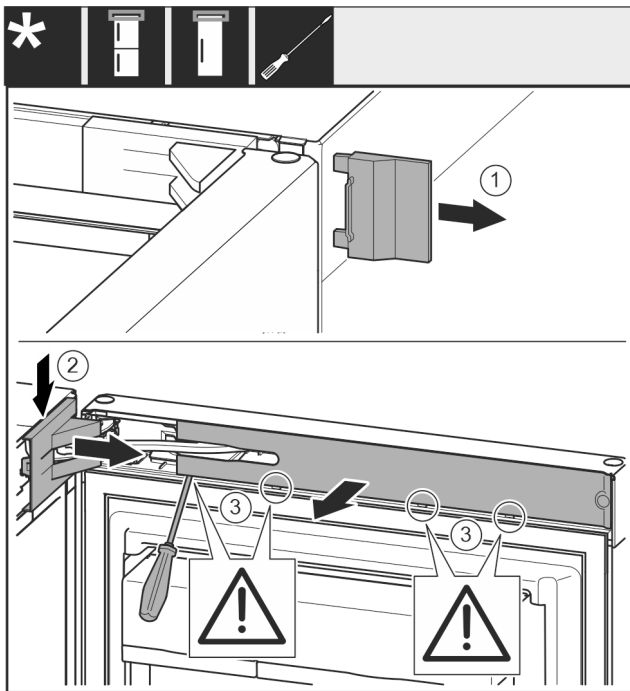

Fig. 8
► Noņemiet ārējo pārsegu. Fig. 8 (1)
► Atbrīvoji un atvienoji gultņa balsta pārsegu. Noņemiet gultņa balsta pārsegu. Fig. 8 (2)
► Atbrīvoji aizsegu ar plakano skrūvgriezi un pagriezi uz sāniem. Fig. 8 (3)